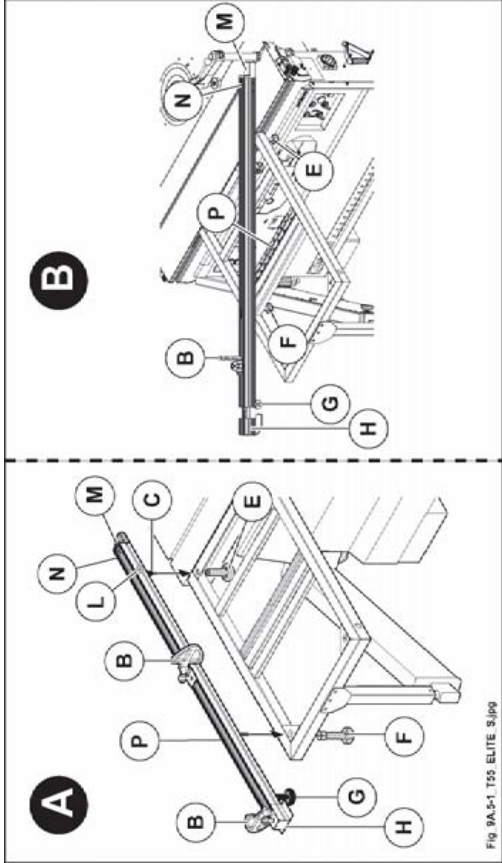

Abb. 9.5-1
- Teleskopschiene so auflegen, daß der Stift (C Abb. 9.5-1) an der Stelleiste (L Abb. 9.5-1) anschlägt. Die Stelleiste (L Abb. 9.5-1) ist von unseren Technikern eingeteilt und dient zur schnellen Positionierung der Teleskopschiene im richtigen Abstand vom Fräse (nur in 90°- Position).
- Kugelgriffe (F Abb. 9.5-1) und (E Abb. 9.5-1) anziehen.
- Zum Gebrauch positionieren Sie den Anschlag (B Abb. 9.5-1) auf dem Schild (P Abb. 9.5-1) aufzulegen.
- Das Lineal zum Gebrauch gemäß den Angaben auf dem Schild (P Abb. 9.5-1) positionieren.
Das Lineal weist einen Teleskopauszug (H Abb. 9.5-1) auf, der falls erforderlich nach dem Lösen des Knaufes (G Abb. 9.5-1) ausgezogen werden kann.
Wenn der Splitterschutz (M Abb. 9.5-1) abgenutzt ist, ist er durch Lockern der Schrauben (N Abb. 9.5-1) an das Fräse heranzuführen.